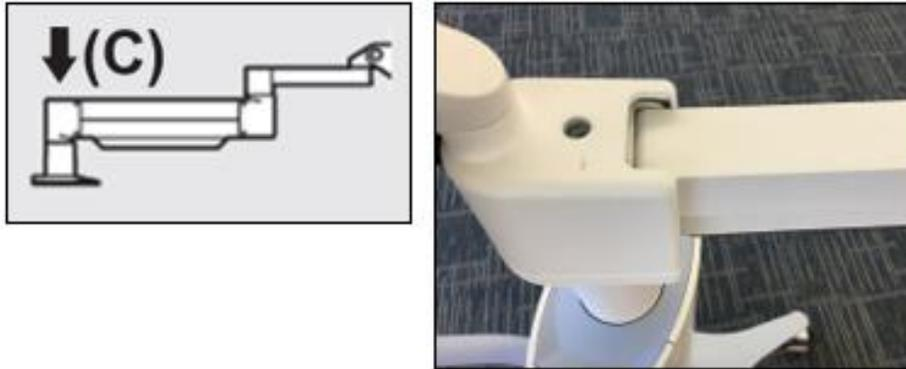

Figure 4-7. Régler la tension du bras à l'aide de la vis de réglage de la résistance C
- Réglez la tension du bras à l'aide de la vis de réglage de la résistance C. Utilisez une clé Allen 7/32 et tournez la vis C dans le sens antihoraire jusqu'à ce que le bras commence à se relever tout doucement. Une fois le réglage effectué, le bras devrait imprimer un léger rebond après une légère pression vers le bas. Voir la figure 4-7.